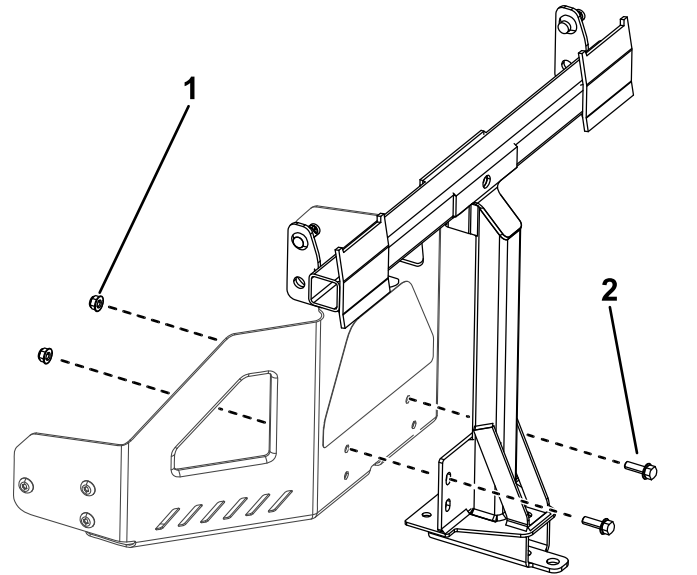

Figura 8
2. Instale a estrutura da articulação na máquina como se mostra na Figura 8. Prenda a estrutura de articulação à máquina utilizando os dois parafusos (5/16 pol. x 1 pol.) e duas porcas de bloqueio (5/16 pol.).